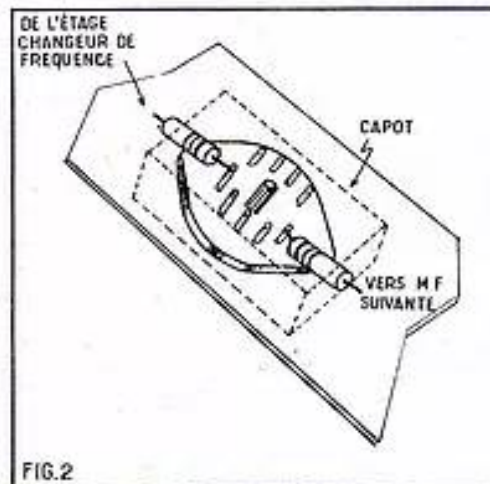

FIG.2
2. Lorsque vous coupez l'axe du potentiomètre, bloquez dans l'étau la partie qui se trouve entre le potentiomètre et le point de coupure, de cette façon, les vibrations provoquées par la lame de scie, ne viennent pas ébranler la mécanique de la pièce (fig. 2).
Les fréquences en présence excluent, à notre avis, l'emploi de fil blindé ordinaire, mais même au câble coaxial nous préférons un petit capot (fig. 2) qui recouvrirait le support de la lampe d'entrée, y compris la majorité des connexions.